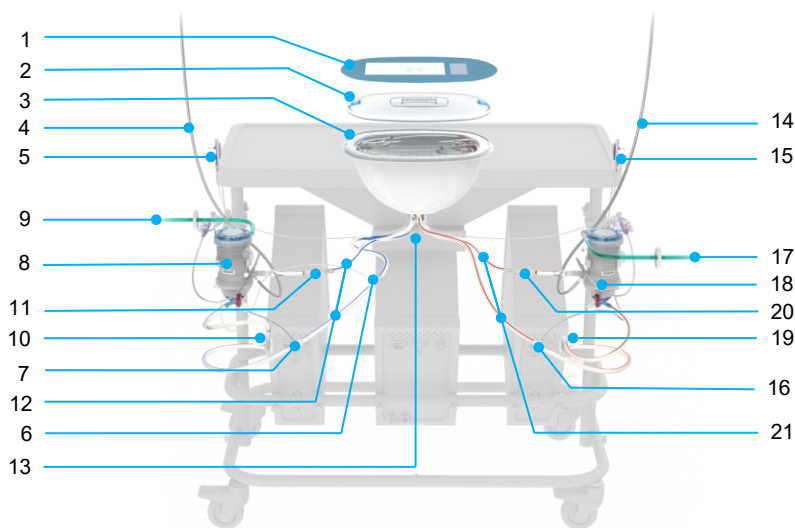

Figura 9 Conjunto de perfusão Liver Assist
Na parte superior do carrinho, há uma bancada que cria uma superfície de trabalho. Na bancada fica o porta-reservatório do fígado; uma cavidade onde é colocado o reservatório do fígado do kit de perfusão descartável (Figura 9; item 3). As propriedades de isolamento térmico do tampo da mesa mantêm a temperatura de perfusão do reservatório do fígado. A cobertura térmica localizada abaixo do tampo da mesa protege a tubulação contra o ar quente expelido pela unidade térmica. Em ambos os lados da mesa, é montado um suporte de sensor de pressão onde os sensores de pressão descartáveis são colocados na mesma altura do fígado, esses suportes de sensores de pressão são equipados com um suporte para evitar o reposicionamento involuntário da válvula do sensor de pressão. Em cada lado do carrinho está localizado um suporte de oxigenador para colocação dos dois oxigenadores do kit de perfusão. Além disso, os suportes são equipados com uma pinça para acomodar o coletor de amostras.
Os Conjuntos de perfusão Liver Assist são de uso único e destinam-se a acomodar o fígado e a solução de perfusão durante a perfusão (Figura 9). Os conjuntos são esterilizados e embalados em uma bandeja de polietileno lacrada com uma folha Tyvek.
- Conecte os sensores de fluxo à tubulação de silicone (Figura 9, itens 11 e 20), localizados próximos ao lado arterial dos oxigenadores dos circuitos da VP e AH.